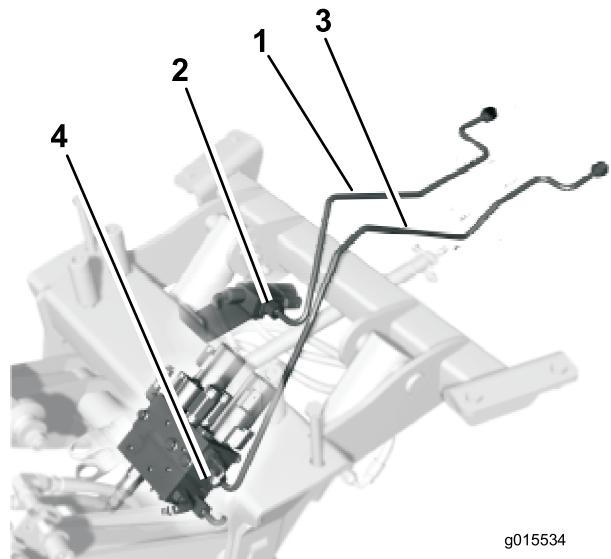

Figura 4
1. Conecte provisionalmente el tubo hidráulico más corto al acoplamiento recto de la válvula (Figura 4).
2. Conecte provisionalmente el tubo hidráulico más largo al acoplamiento recto del colector (Figura 4).
2. Pase el tubo hidráulico más corto (Figura 4) alrededor y por encima de la varilla de control de tracción.